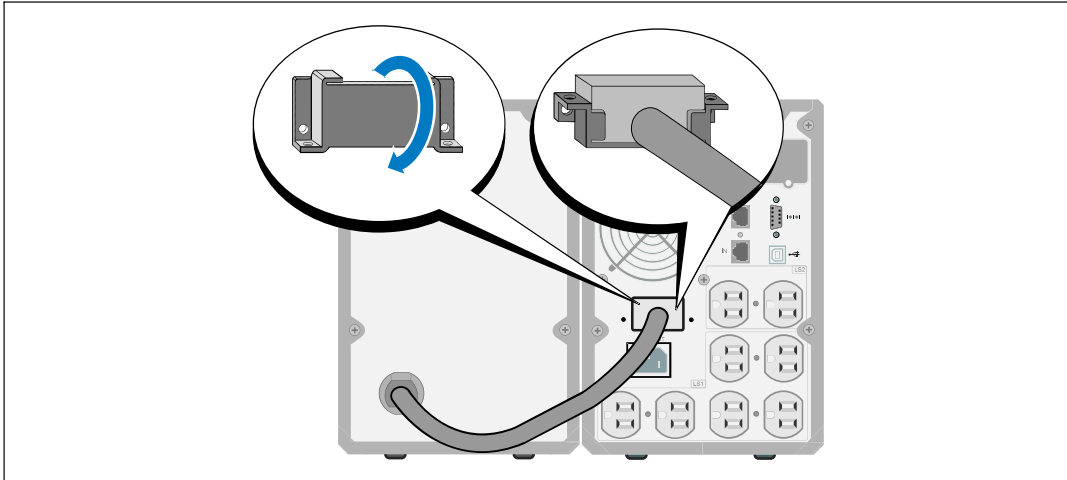

Figura 14. Cómo instalar la cubierta del conector de la batería
- 2 Instale la cubierta del conector de la batería debajo del cable del EBM para proporcionar un tubo pasacables (consulte la Figura 14).